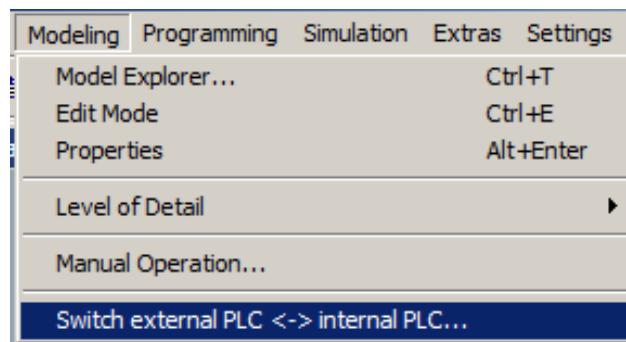

Рисунок 29 – Вкладка Modeling в CIROS Mechatronics
- 5 В CIROS Mechatronics открываем раздел Modeling и в выпадающем меню выбираем пункт Switch external PLC <-> internal PLC (рисунок 29);